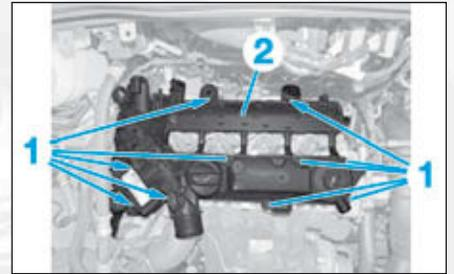

FIG.28
- les vis (1) (Fig.28),
- le collecteur d'admission (2).